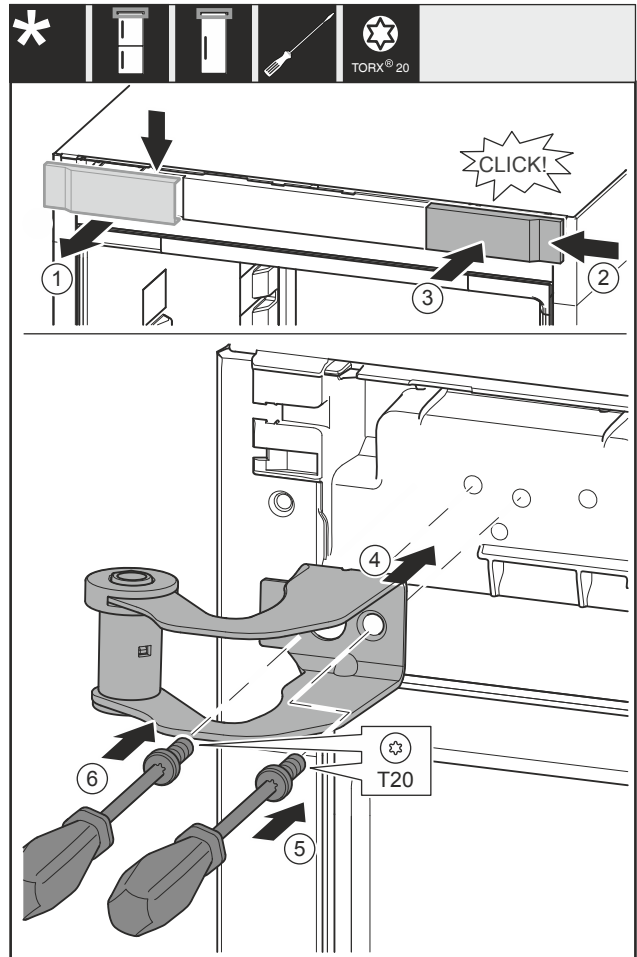

Fig. 12
- ▶ Rimuovere la copertura Fig. 12 (1) dall'alto in avanti.
- ▶ Agganciare da destra la copertura Fig. 12 (2) ruotata di 180° sull'altro lato.
- ▶ Innestare la copertura Fig. 12 (3).
- ▶ Applicare la staffa di supporto superiore Fig. 12 (4).
- ▶ Stringere la vite Fig. 12 (5).
- ▶ Stringere la vite Fig. 12 (6).